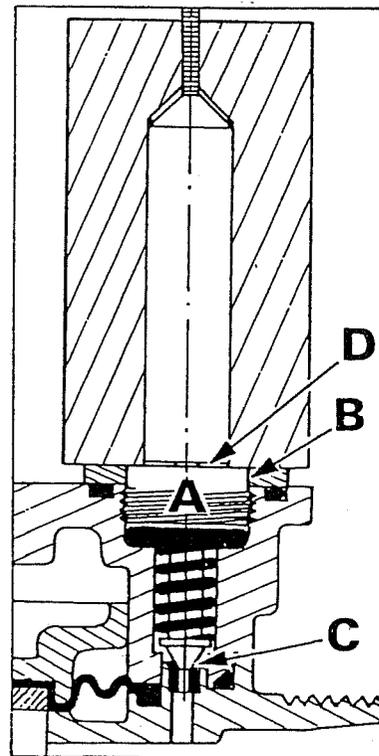

FIG. 23
**Placeringen af elektromagneten (fig. 23)**
### Nålens tæthed i lejet (fig. 23)